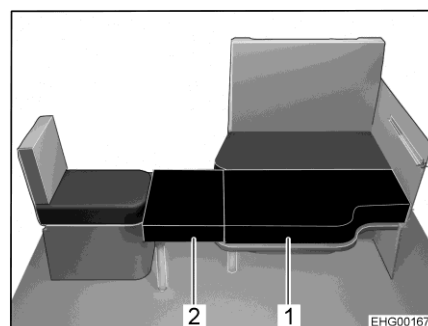

Fig. 113 Après la transformation
La banquette longitudinale peut, avec le siège individuel latéral et le plateau de la table suspendue abaissée, être transformée en un lit supplémentaire. Deux coussins supplémentaires sont nécessaires pour obtenir une couchette. L'un des coussins supplémentaires (Fig. 113,2) est doté d'un repose-pieds dépliable et d'une équerre de support. L'autre coussin supplémentaire (Fig. 113,1) doit être posé sur le plateau de table.
- Déplier le repose-pieds sur le plus petit des coussins supplémentaires (Fig. 113,2).
- Accrocher l'équerre de support du coussin supplémentaire (Fig. 113,2) au siège individuel et poser le coussin sur le plateau de table.
- Poser le second coussin supplémentaire (Fig. 113,1) sur le plateau de table.